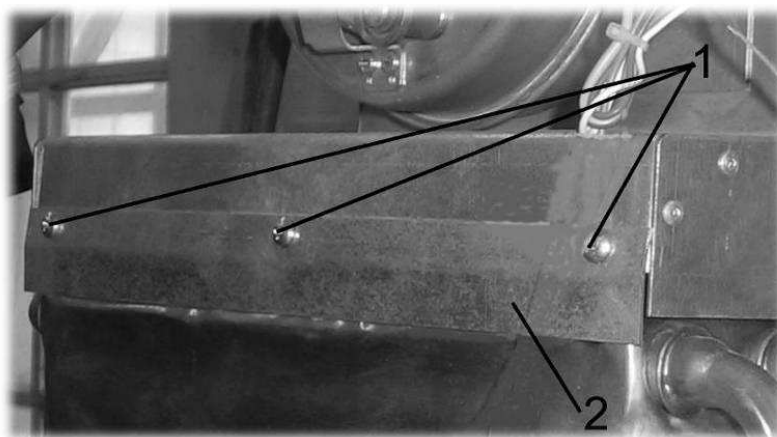

Рис. 22. Демонтаж теплообменника
- 7) отвернуть три самореза 1 (два для котла «NEVALUX–8624») (см. Рис. 22) крепления планки 2 газоотводящего устройства и снять планку;